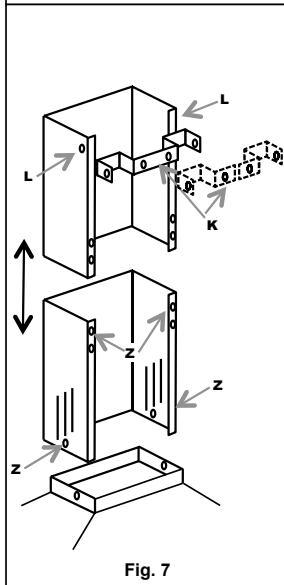

Fig. 7
• MONTERING AV AVTREKSSKANALER (fig. 7):